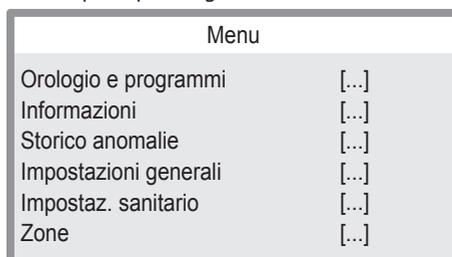

Figura 5.87
- Premere il tasto 15 (Figura 5.86) per portarsi al menu principale (Figura 5.87).